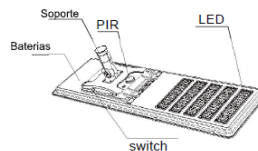

Figura 6
7. Para iniciar la instalación, presione el interruptor. (Figura 6)